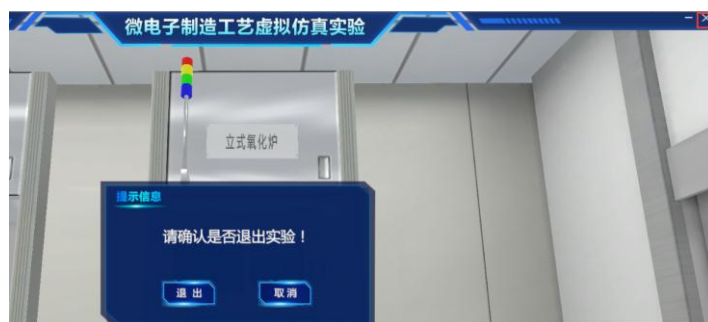

图 5-8 实验结束退出实验
10) 实验操作结束。请继续进行其他实验项目。退出实验时，保存该实验数据记录，实验结束退出实验界面如图 5-8 所示。